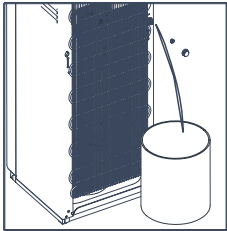

Fig.13
6. Coloque um recipiente embaixo da saída de drenagem, por trás do produto. Retire a tampa de drenagem e deixe a água escorrer totalmente (Fig. 13). Cuidado, pois ainda poderá haver água quente saindo do dreno.